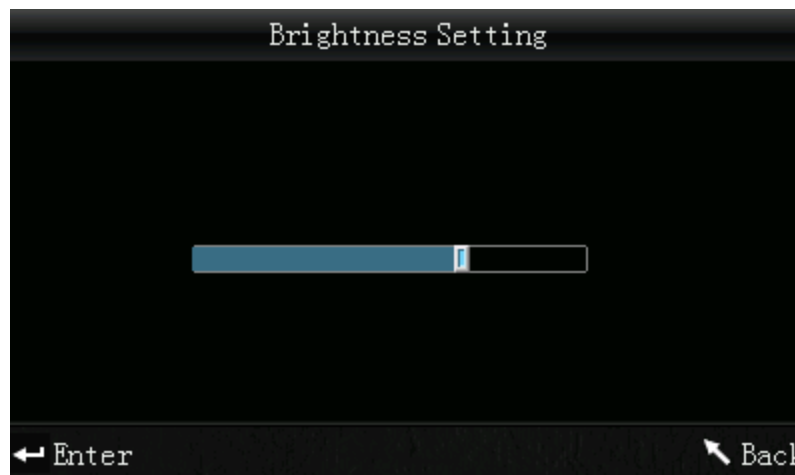

Abbildung 60: Einstellung Hintergrundbeleuchtung
- g) Wählen Sie „Settings“ – „Brightness Setting“ um die Oberfläche nach Abbildung 60 zu öffnen. Mit dieser Einstellung kann die Stärke der Hintergrundbeleuchtung eingestellt werden um das Messgerät an unterschiedliche Umgebungsbedingungen anzupassen.